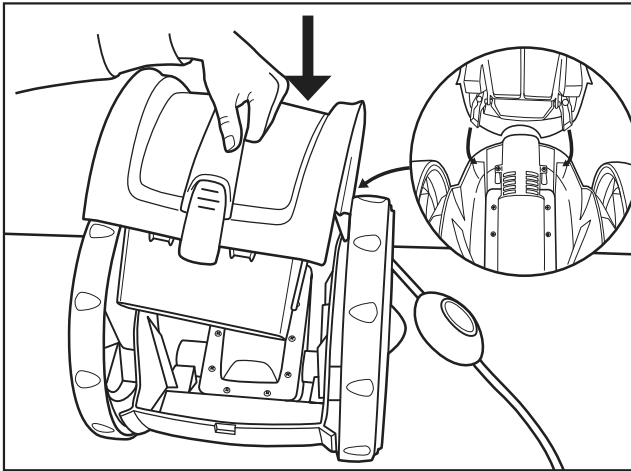

Figure 14. Remettre le couvercle
- Repérer les charnières du couvercle sous les pattes du corps, tel qu'il est illustré à la Figure 14.